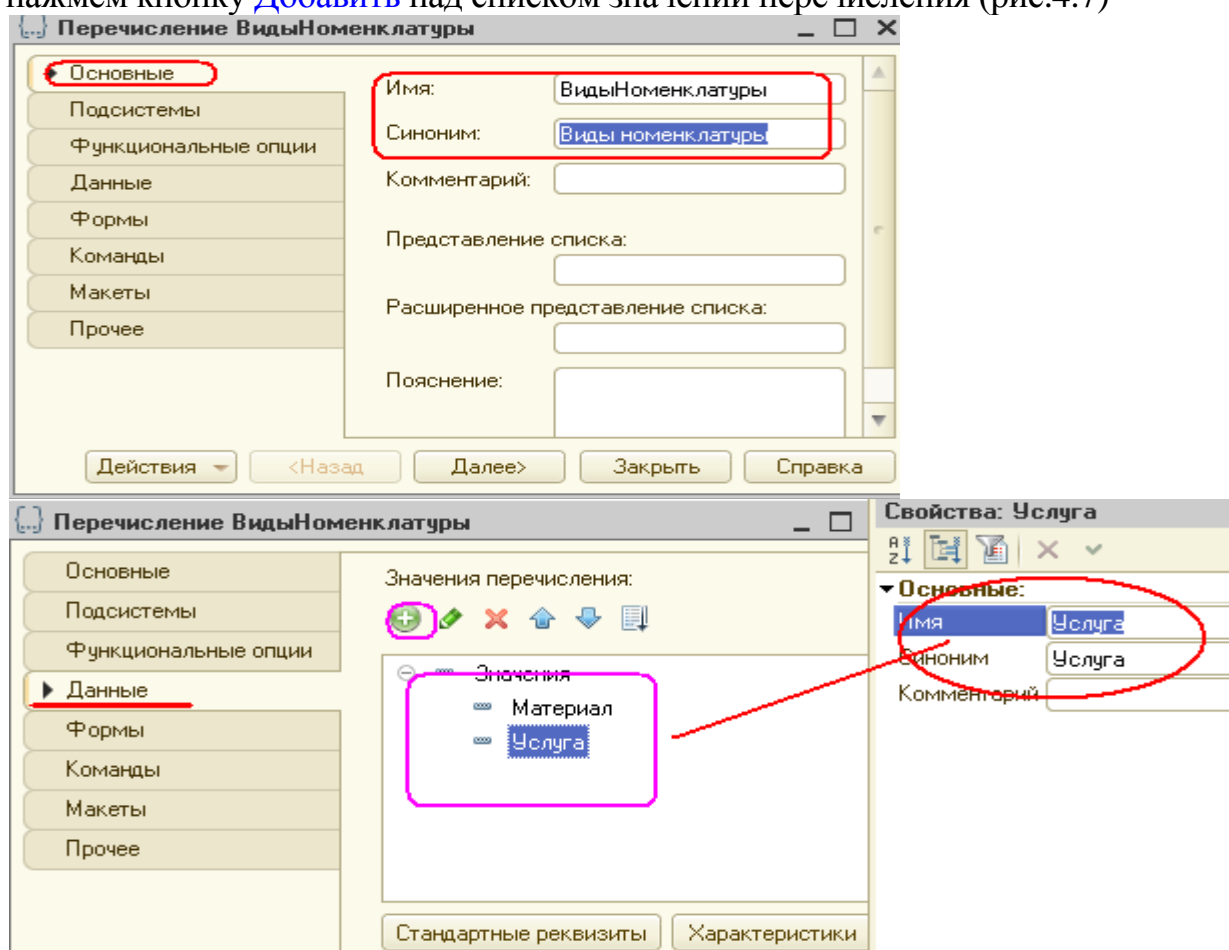

Рисунок 4.7 – Перечисления
**В режиме Конфигуратор.** Откроем конфигуратор и создадим сначала новый объект конфигурации *Перечисление* с именем *ВидыНоменклатуры*. Им на закладке *Данные* добавим два значения перечисления: *Материал* и *Услуга*. Для этого нажмем кнопку *Добавить* над списком значений перечисления (рис.4.7)